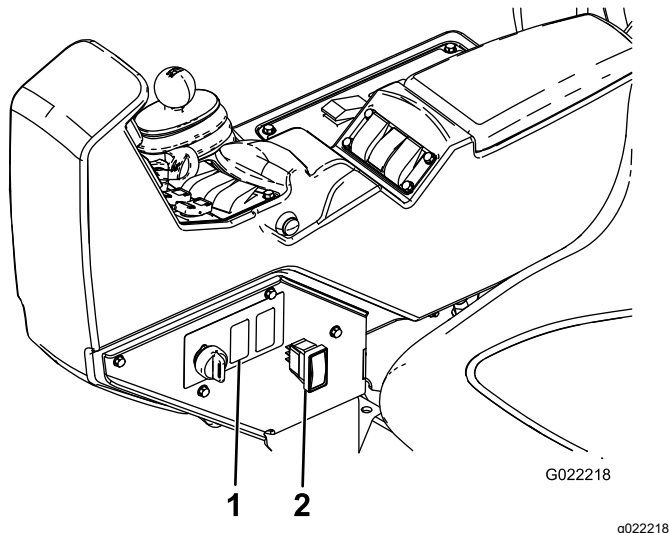

Figura 29
3. Localize a ficha onde vai instalar o interruptor do depósito de lavagem no lado esquerdo na consola (**Figura 29**).
4. Retire a ficha do lado da consola (**Figura 29**).
7. Através da abertura na consola, ligue o conector de 8 pinos do interruptor oscilante com 3 posições ao conector do depósito de lavagem com 8 tomadas (**Figura 29**).